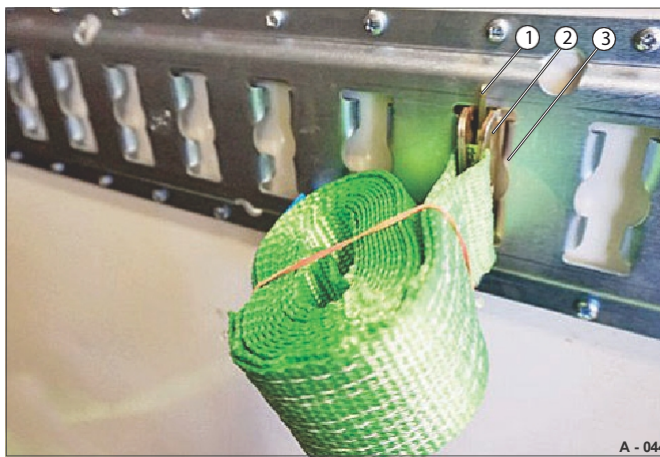

Fig. 44 Festing av surringsstroppen
- Trykk inn festeanordningen (fig. 44/1) og sett inn innsatsstykket (fig. 44/2) i det rektangulære sporet (fig. 44/3).